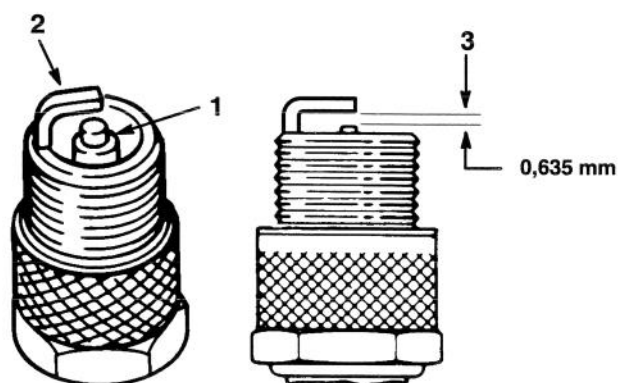

Figure 22
1. Inspecter le centre des bougies (Fig. 22). Si le bec de l'isolateur est recouvert d'un léger dépôt gris-brun, le moteur fonctionne correctement. S'il est couvert d'un dépôt noir, c'est généralement signe que le filtre à air est encrassé.
2. Contrôler l'écartement entre l'électrode centrale et l'électrode latérale (Fig. 22). Courber l'électrode latérale (Fig. 22) si l'écartement est incorrect.